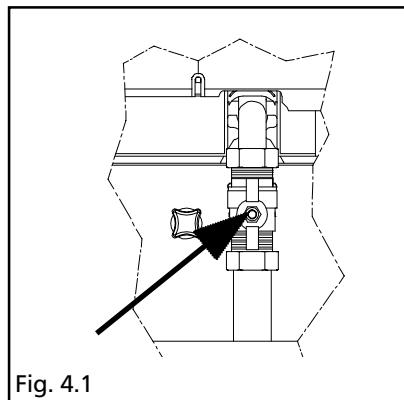

Fig. 4.1
- abrir el grifo del gas para permitir el flujo del combustible (fig. 4.1)
- abra a torneira do gás para consentir o fluxo do combustível (fig. 4.1).